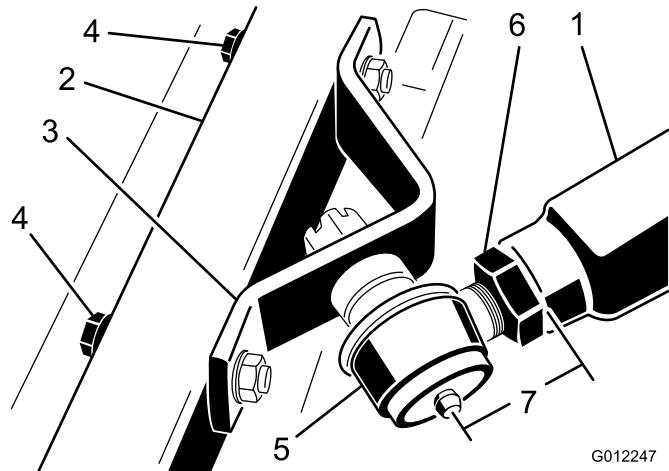

Figura 6
3. Mida la distancia entre el extremo del brazo de empuje derecho hasta el centro de la articulación esférica (engrasador) (Figura 6). La distancia debe ser de 70 mm. Si la distancia no es de 70 mm, afloje la contratuerca que sujeta la articulación esférica al brazo de empuje y gire la articulación esférica hacia dentro o hacia fuera hasta que la distancia sea correcta (Figura 6). No apriete todavía la contratuerca.
6. Apriete la contratuerca grande que sujeta la articulación esférica al brazo de empuje (Figura 6). Al apretar la contratuerca, sujetela articulación esférica en línea recta para permitir que oscile correctamente al elevar y bajar la unidad de corte. Retire con cuidado el bloque de madera que sujeta el brazo de empuje.